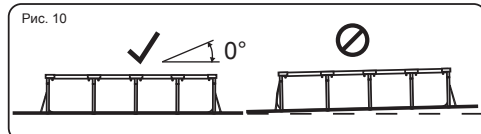

Рис. 10
- Остановите подачу воды. Убедитесь в том, что бассейн установлен ровно, проверьте, не перетекает ли вода к одному краю. Если бассейн установлен неровно, слейте воду и выровняйте площадку, подкопав землей (См. Рис. 10). Никогда не пытайтесь передвигать бассейн с находящейся в нем водой, можно получить травму или повредить бассейн.